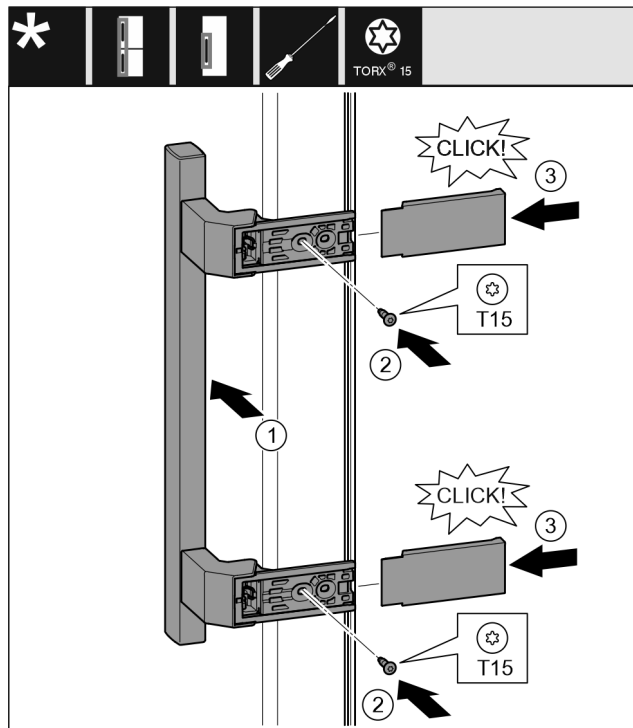

Fig. 19
- ▶ Placer la poignée du côté opposé. Fig. 19 (1)
- ▶ Serrer les vis au moyen d'un tournevis T15. Fig. 19 (2)
- ▶ Placer les recouvrements latéralement et les faire glisser. Fig. 19 (3)